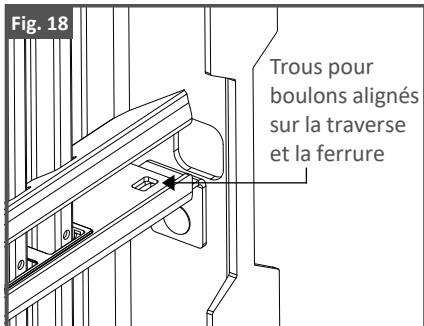

Fig. 19
5. Insérez les boulons de carrosserie à encolure carrée 16 pas de 0,38 po x 1 po dans les trous du panneau et de la ferrure, comme illustré à la fig. 19.